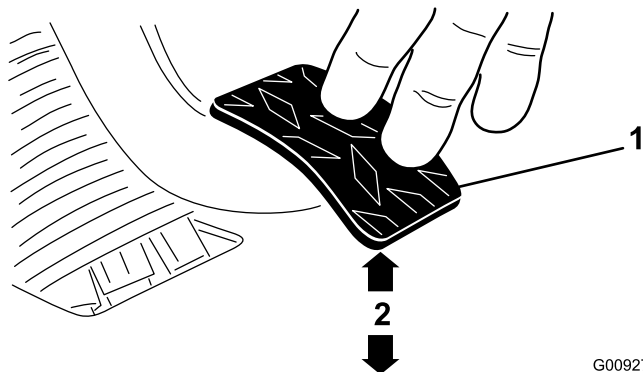

図 69
3. ジャムナットまたはボールジョイントを調整する 1.8 kgの力でクラッチペダルを踏んだ時にペダルの裏面の下端が床のダイヤモンド柄の頂部から 9.5 ± 0.3 cm になるようにする **図 69**。